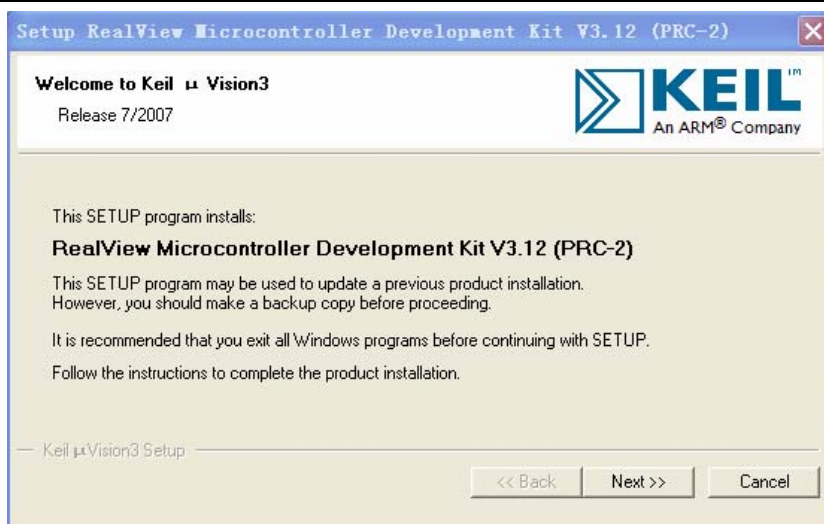

图 2-6 MDK 安装界面 1
(2) 双击安装文件，弹出如图 2-6 对话框。建议在安装之前关闭所有的应用程序，单击 Next，弹出如图 2-7 所示对话框；